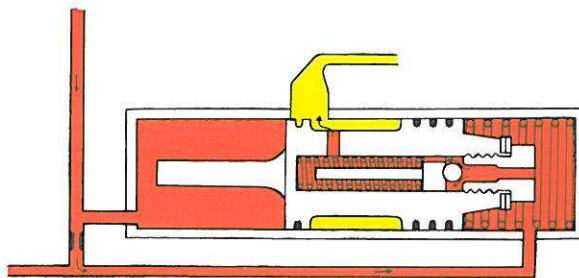

Figure 50. Soupape de réglage, pression maxi
Si le débit d'huile à travers la sortie est stoppé, par exemple par suite d'un blocage du braquage des roues, la pression à l'intérieur du conduit (1) s'élèvera et la différence de pression aux deux extrémités de la soupape de réglage sera éliminée. Le ressort repousse alors la soupape vers la gauche, la liaison avec le canal de retour est fermée et la pression augmente davantage. A une pression d'env. 75 kg/cm², la pression du ressort sur la soupape de sûreté (6) — c'est-à-dire dans la partie intérieure de la soupape de réglage — est dépassée et l'huile peut passer dans le canal de retour (5), voir figure 50. En ce moment, la pression sur la partie droite du piston diminue et toute la soupape de réglage est repoussée vers la droite, ce qui ouvre la liaison avec le canal de retour. Lorsque la pression descend jusqu'à la valeur normale, la soupape de sûreté se ferme et la soupape de réglage revient en position normale.